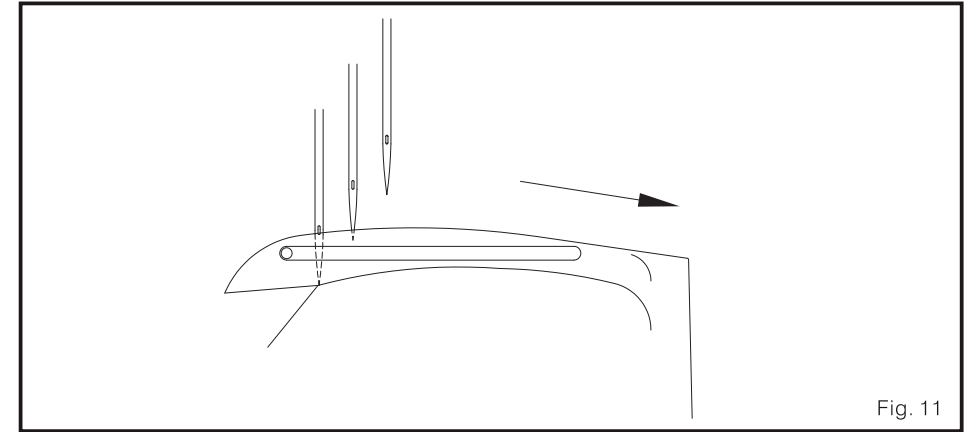

Fig. 11
- 3-agulhas: A extremidade da agulha esquerda isto na borda inferior do looper. (Fig. 11)